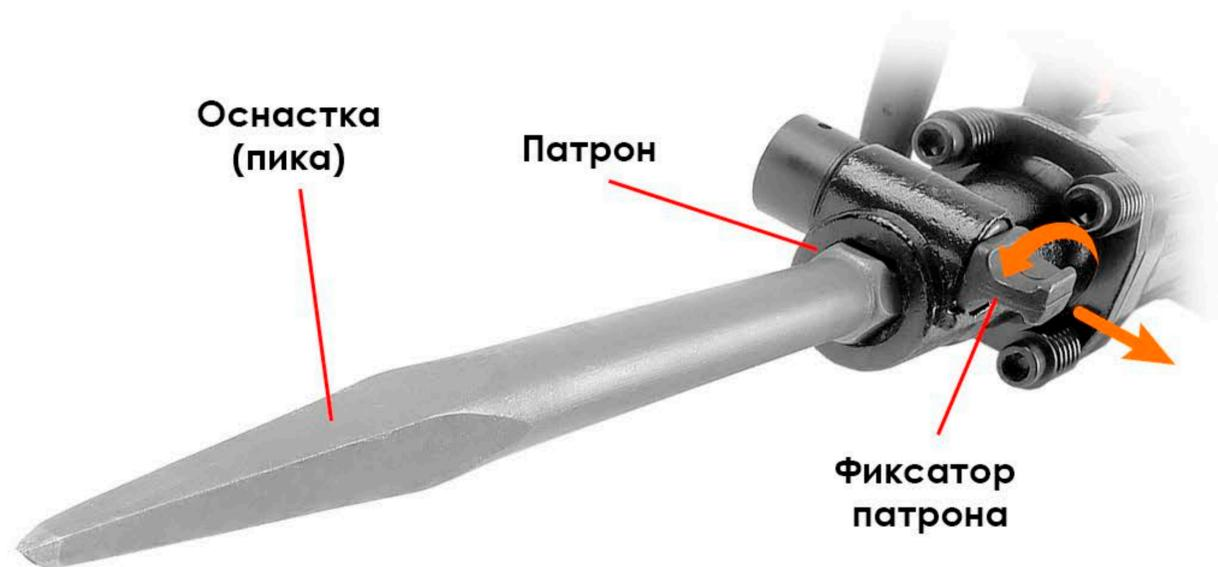

Рис.2
5. Поверните фиксатор на 180 градусов, проверьте надежность фиксации оснастки (Рис. 2).